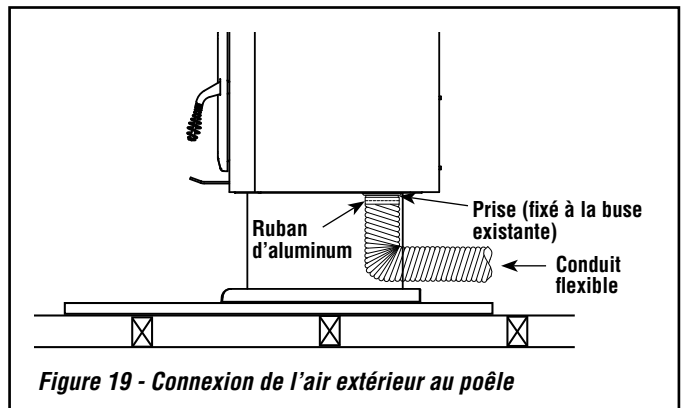

Figure 19 - Connexion de l'air extérieur au poêle
- Fixer la gaine sur la prise du poêle (*voir figure 19*). En vous servant du ruban d'aluminium (inclus), enroulez le ruban autour du joint entre le conduit flexible et les entrées d'air.